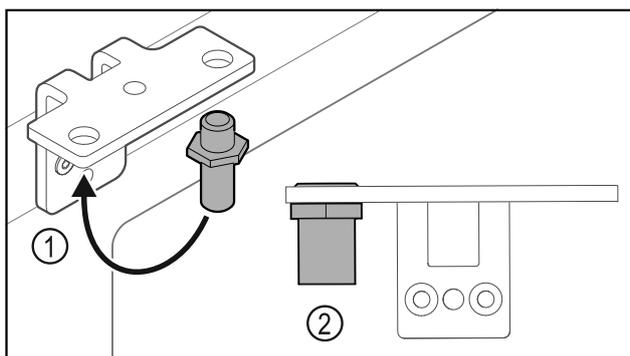

Fig. 24
- Mettre l'axe Fig. 24 (1) dans l'autre trou de l'équerre de charnière.
- Serrer l'axe Fig. 24 (2) au **couple de 12 Nm**.